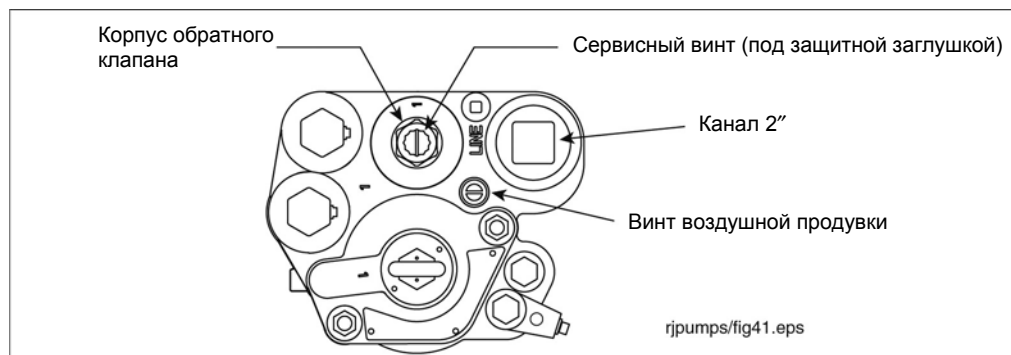

Рисунок 38. Местоположение винта воздушной продувки
2. Отверните, снимите и отложите верхнюю защитную заглушку корпуса обратного клапана; поверните сервисный винт по часовой стрелке (см. рисунок 38). Когда винт приблизится к нижнему положению, начнется сброс давления из системы (это можно определить на слух). Продолжайте вращать винт до упора. После того, как винт дойдет вниз до упора, отверните его на 4 оборота, чтобы открыть обратный клапан и дать топливу стечь из полостей манифольда.
5. Наверху манифольда найдите винт воздушной продувки (см. рисунок 38).